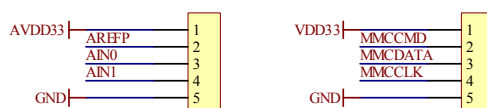

图 16 ADC 引脚和 MMC 引脚扩展
5) ADC 电路引脚 AREFP、AREFN、AIN0 和 AIN1。这些引脚在学习板上没有使用，但用一个 5 芯插排引出，以供用户使用。如图 16 所示。AREFN 已经接地。
6) MMC 扩展引脚 MMCCMD、MMCDATA、MMCCLK。这是单片机的 MMC 部件接口，本学习板并没有使用，但用一个 5 芯插排引出，以供用户使用。如图 16 所示。